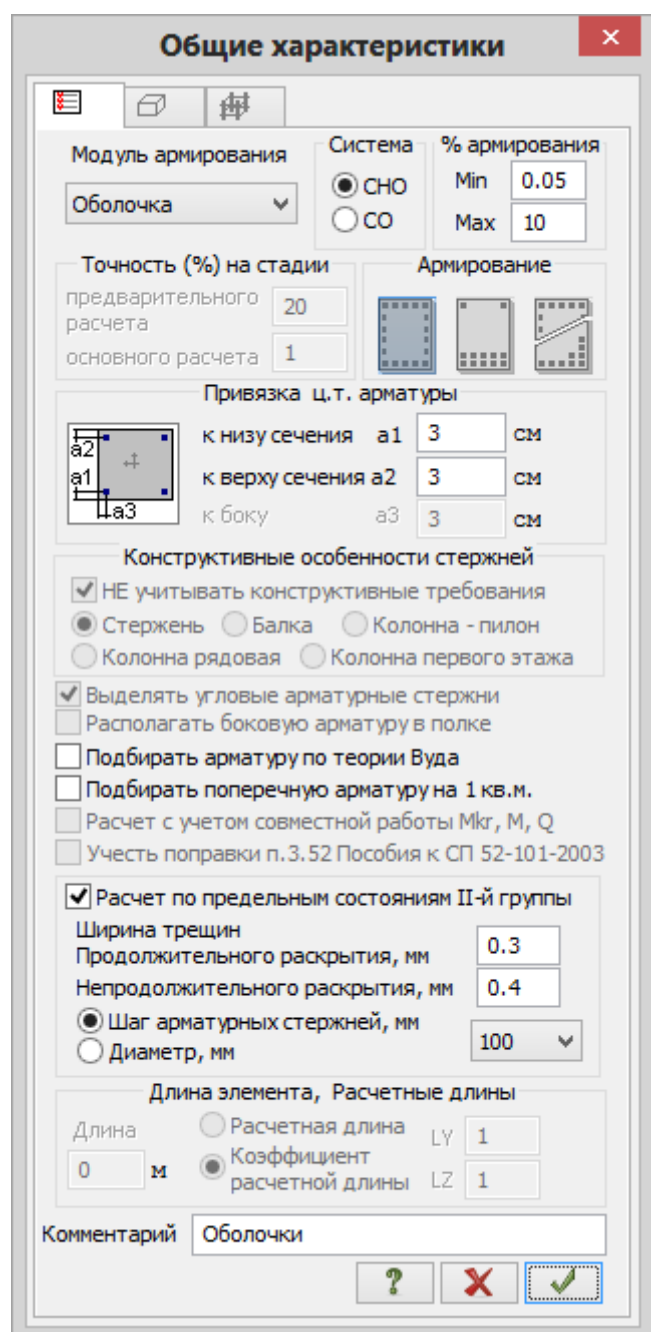

Рис.4.12. Диалоговое окно **Общие характеристики**
- На экран выводится диалоговое окно **Общие характеристики** (рис.4.12), в котором задайте следующие параметры для пластинчатых элементов: